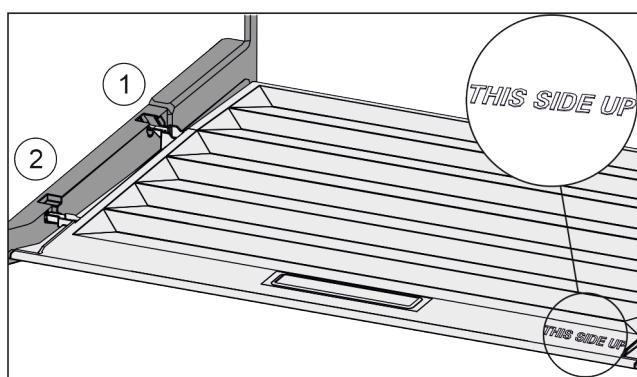

Fig. 138
- Výstupky veka zavedte cez otvor zadného držiaka Fig. 138 (1) a zaistite vpredu v držiaku Fig. 138 (2).